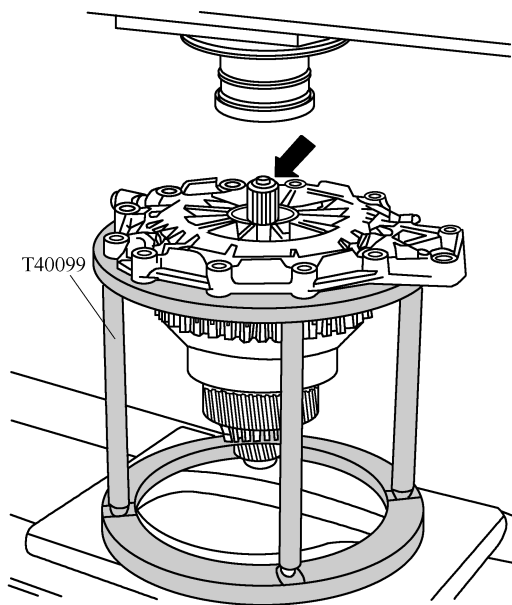

图 2-2-31 从外面用冰雾喷射剂冷却轴
(10) 另外从外面用冰雾喷射剂冷却轴，如图 2-2-31 中箭头所示，以使盖板及滚珠轴承较易压出，从而不易损坏。